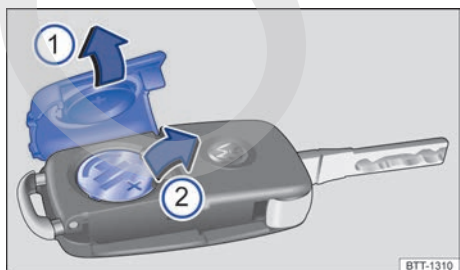

Fig. 49 Llave del vehículo con comando remoto: ① Abrir la tapa del alojamiento de la batería. ② Desmontar la batería.
La batería se encuentra en el lado posterior de la llave del vehículo con comando remoto, debajo de una cubierta → fig. 49.
- Retirar la cubierta en el lado posterior de la llave → fig. 49 ① en el sentido de la flecha → ①.
- Retirar la batería de su alojamiento con una herramienta adecuada ②.
- Colocar la nueva batería según lo indicado ② y presionar en sentido contrario al de la flecha hacia dentro del alojamiento de la batería → ①.
- Coloque la cubierta como se indica ① y presiónela en el sentido contrario al de la flecha sobre la carcasa de la llave del vehículo hasta encajarla.